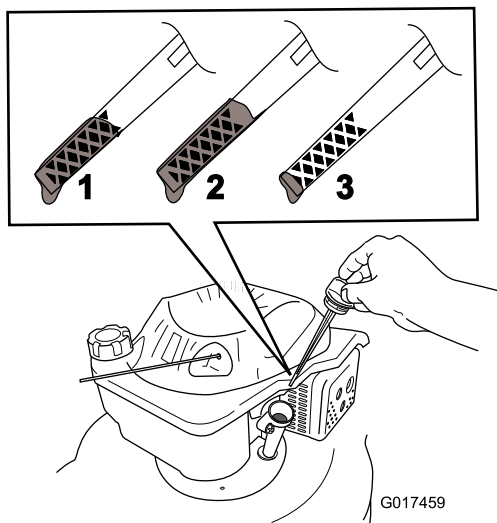

Figura 7
2. Retire la varilla (Figura 7).
3. Vierta aceite **lentamente** en el tapón de llenado de aceite, espere unos minutos y compruebe el nivel de aceite en la varilla limpiando la varilla e insertándola **sin enroscar** en el orificio (Figura 7).
**Nota:** Llene el cárter con aceite hasta que la varilla indique que el nivel del aceite del motor es correcto, según se muestra en Figura 7. Si usted llena demasiado el motor, vacíe el exceso de aceite siguiendo las instrucciones de la sección *Cómo cambiar el aceite del motor*.